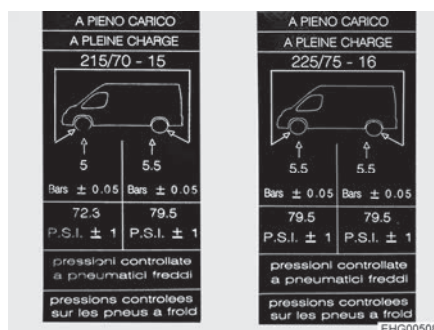

Fig. 178 Autocollant d'indication de la pression des pneus sur le montant B (exemple)
- ▷ Les autocollants indiquant la pression de pneus nécessaire sont apposés sur le côté intérieur du montant B (voir Fig. 178).